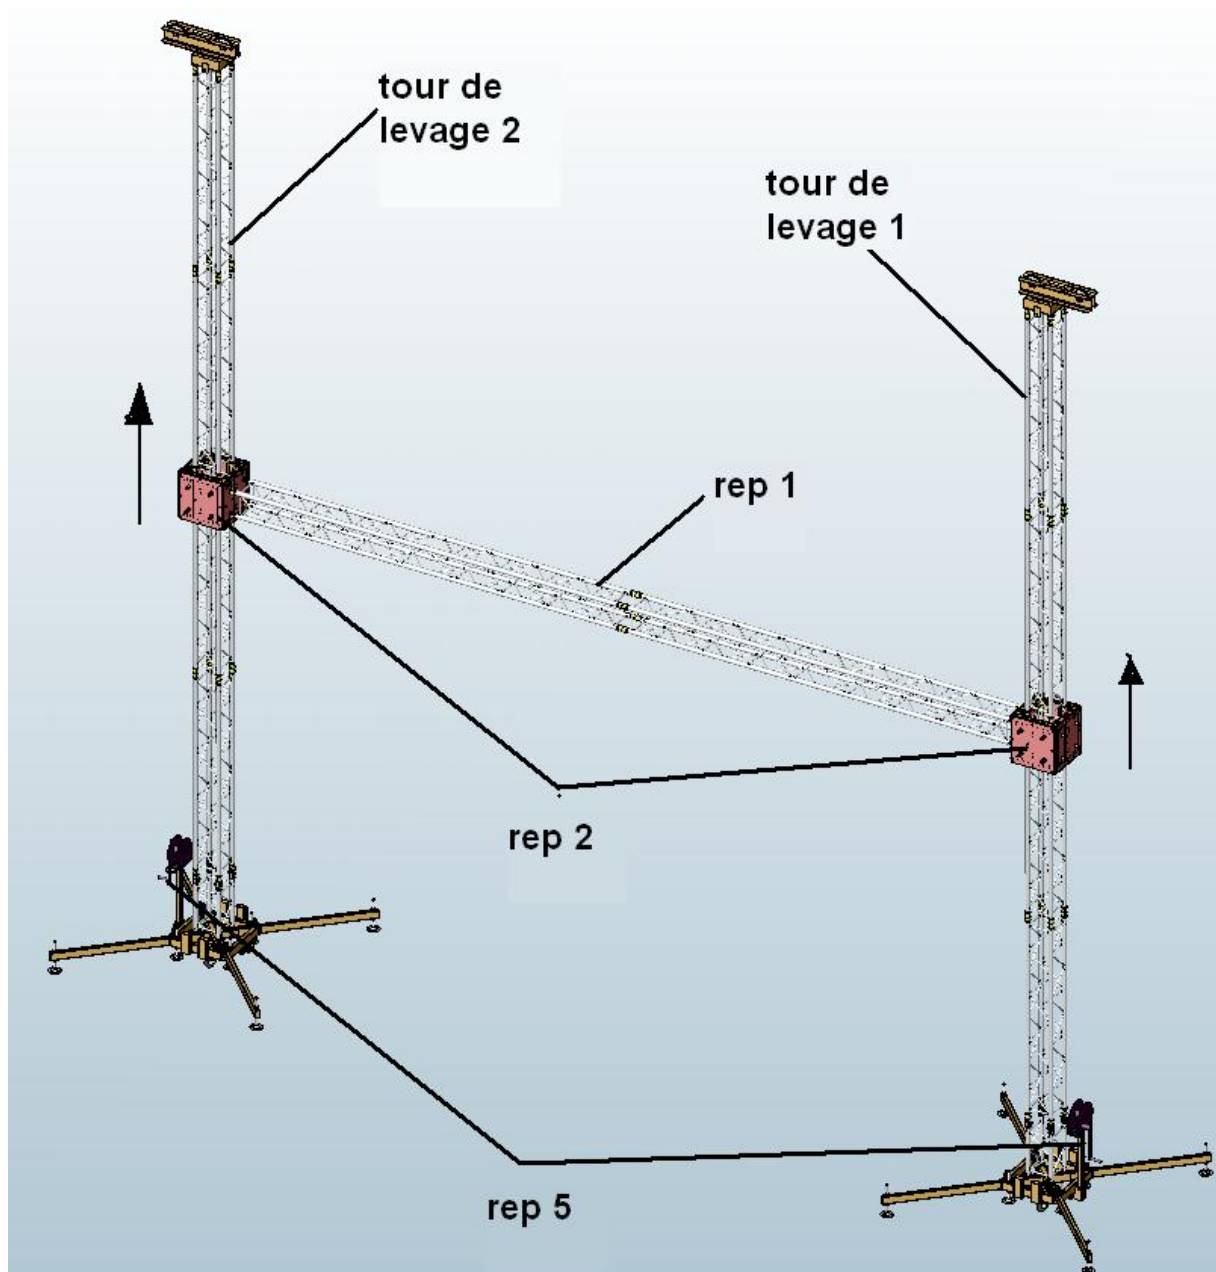

fig.4
- a) Option du treuil : Monter les deux chariots éleveurs en synchronisation en tournant les manivelles (rep 5) des treuils simultanément (fig.4).